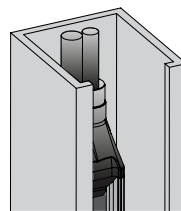

Figure 7: GridScan/Pro avec effacement des faisceaux (type Standard)
- ▶ Monter le profilé de réception du même côté que la commande de la porte, directement dans le rail de guidage (Figure 7).